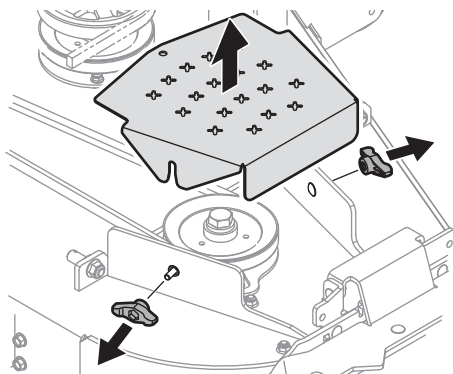

Figure 4-2
- Nettoyez la partie supérieure du plateau de coupe, la partie sous le couvercle des fusées et la partie autour des courroies. Figure 4-2.